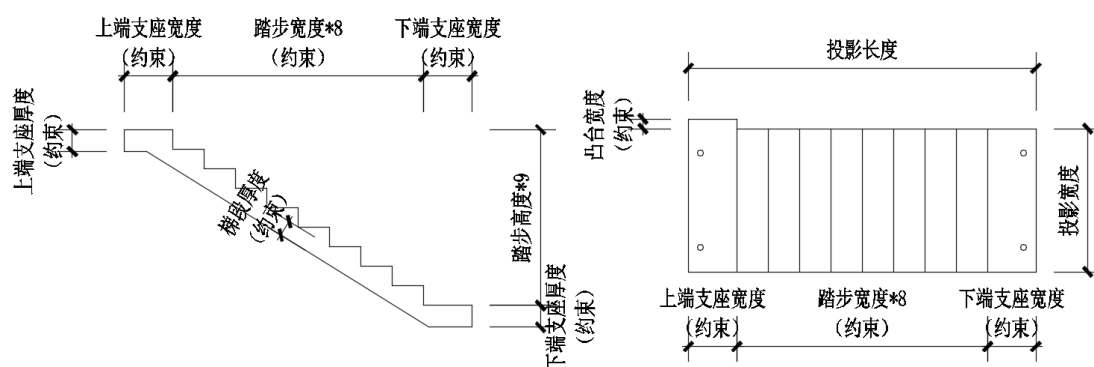

图 5.2.1 预制楼梯各部位尺寸示意
5.2.1 标准预制楼梯踏步宽度、上下端支座宽度、上下端支座厚度、梯段厚度、凸台宽度五项局部尺寸为约束性尺寸,各部位尺寸示意如图 5.2.1 所示。